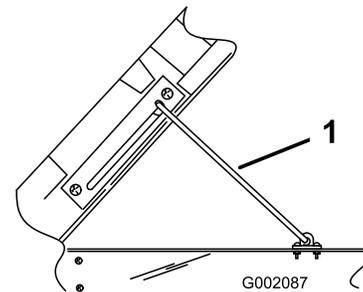

Figura 24
2. Tire de la varilla de soporte hasta que entre en la muesca, afianzando la plataforma (Figura 24).